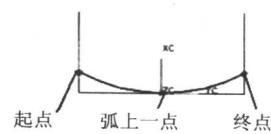

图 1-33 绘制圆弧
(2) 利用工具栏“直线和圆弧”→“圆弧点一点一点”中的三点画弧法生成一段圆弧。其中起点坐标为(5, -20, 0)，终点坐标为(5, 20, 0)，弧上一点坐标为(0, 0, 0)。结果如图 1-33 所示。